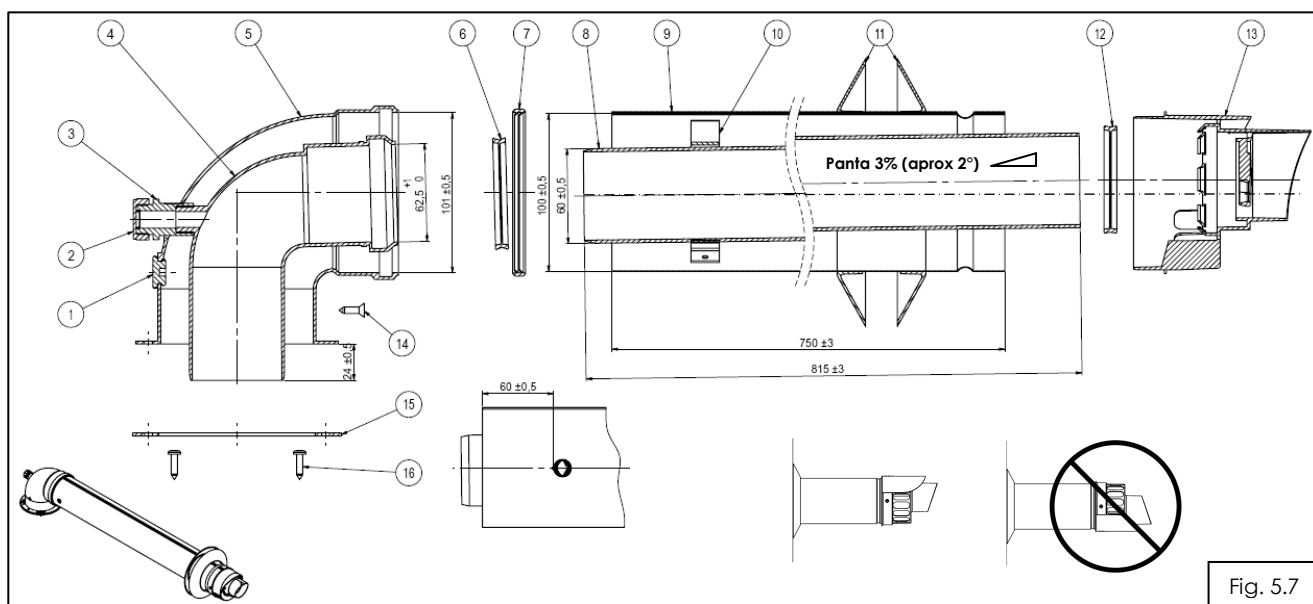

Fig. 5.7
5.7.1 Utilizare kit coaxial condensare (tub interior plastic)- fig.5.7
Kitul de admisie-evacuare coaxial, fig.5.7 se livreaza impreuna cu centrala. Evacuarea gazelor arse se face printr-un tub de diametrul Ø60 mm, coaxial cu tubul de admisie a aerului de diametrul Ø100mm.